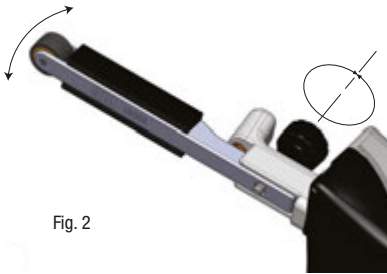

Fig. 2
1. Con la herramienta en funcionamiento, gire la Perilla del Recorrido hacia la izquierda o hacia la derecha, de manera tal que la correa abrasiva funcione centrada sobre la rueda del brazo de contacto. (Ver Fig. 2)